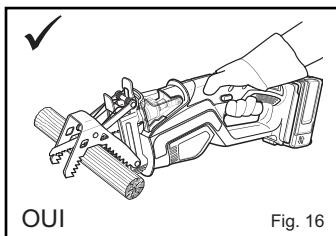

Fig. 16
- Tenez le produit à une seule main (Fig. 16).